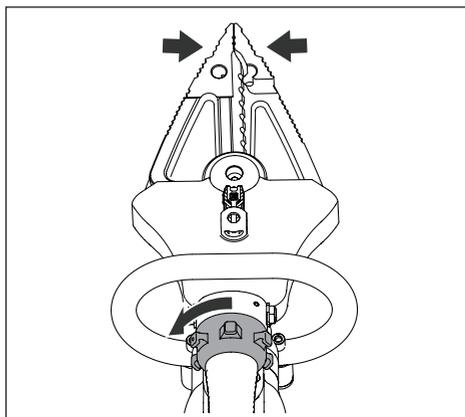

Figure 7, Lames/mâchoires fermées
- Tournez le bouton vers la gauche et maintenez-le pour fermer les lames/mâchoires. Voir la Figure 7.